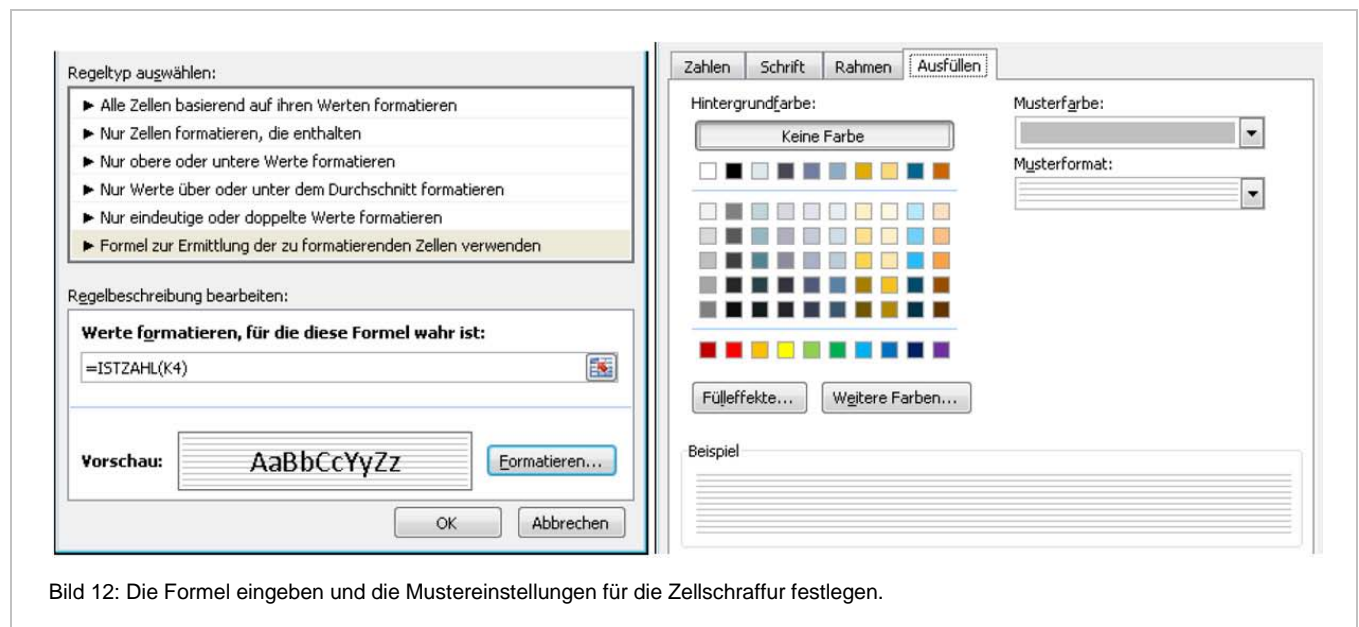

Bild 12: Die Formel eingeben und die Mustereinstellungen für die Zellschraffur festlegen.
- Klicken Sie rechts auf die Schaltfläche "Formatieren" und stellen Sie auf der Registerkarte "Ausfüllen" über "Musterfarbe" und "Musterformat" eine Schraffur ein (Bild 12).